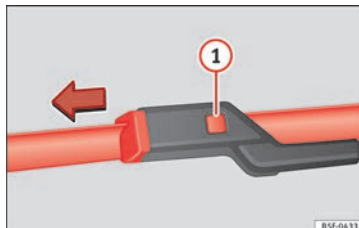

Fig. 89 Sostituzione della spazzola del tergicristallo.
- Premere il pulsante di sicurezza ①
- » **fig. 89**.